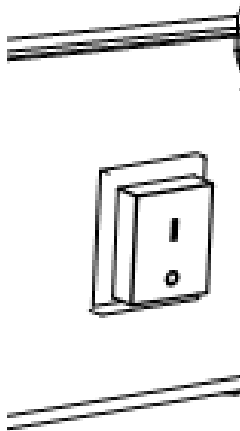

Figure 2
a. Gire el interruptor de encendido a la posición I y compruebe que el ventilador comienza a funcionar correctamente. (Fig. 2.)